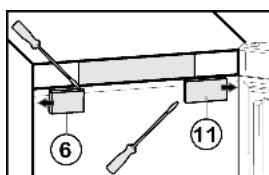

Fig. 9
- Снятие крышки со стороны ручки Fig. 9 (6): справа выведите из фиксатора при помощи плоской отвёртки и сдвиньте наружу.
- Снятие крышки со стороны шарнира Fig. 9 (11): слева выведите из фиксатора при помощи плоской отвёртки и сдвиньте наружу.